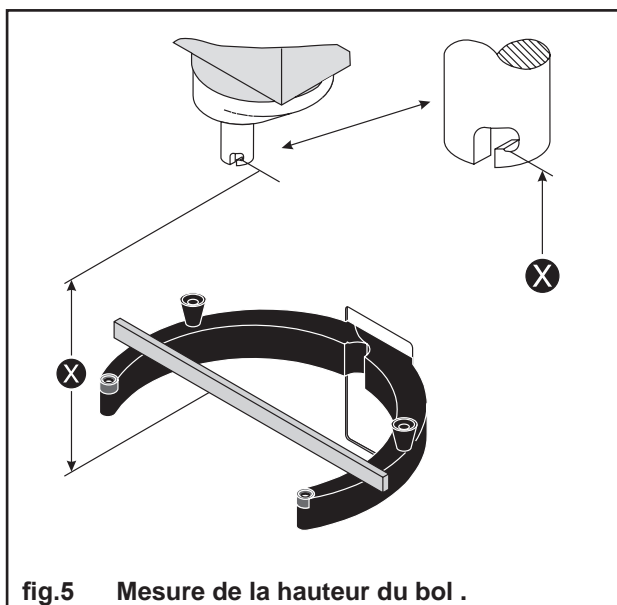

fig.5 Mesure de la hauteur du bol .
(X) est la distance séparant le coude de la baïonnette de la portée des bras supports du bol (fig.5). Cette mesure se prend, les bras étant en position haute (position de travail).